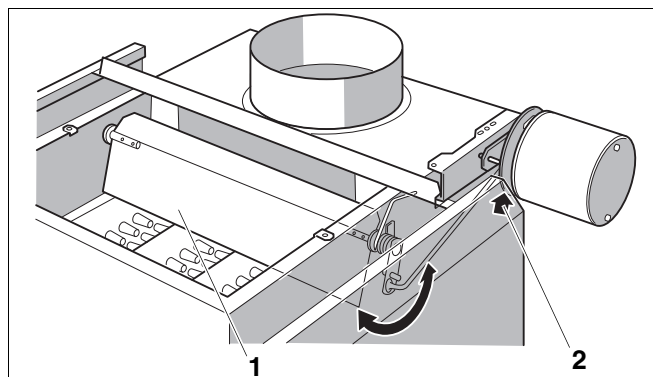

Рис. 35 Проверка запорного клапана дымовых газов (дополнительная комплектация)
- При запросе на покрытие тепловой нагрузки запорный клапан дымовых газов (Рис. 35, поз. 1) должен переходить в положение "Открыто". Проконтролируйте это по движению рычажка (Рис. 35, поз. 2).